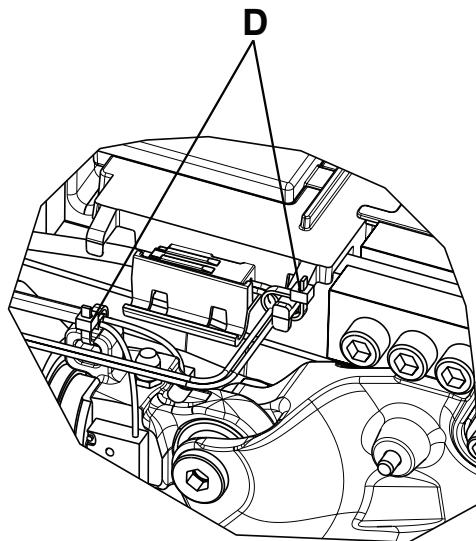

Figure 24 – Emplacement des serre-câbles
5. À l'aide d'une pince coupante diagonale, couper les serre-câbles (D) qui fixent le câble de l'ensemble d'extrémité de tige du vérin hydraulique au couvercle en plastique (Figure 24).